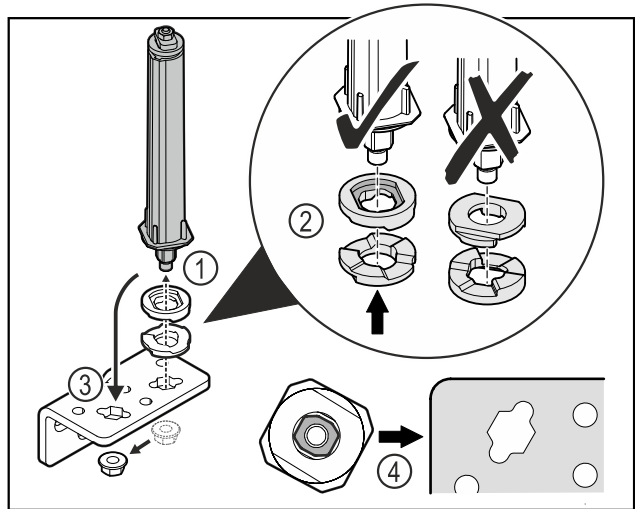

Fig. 32
- ▶ Λύστε το παξιμάδι και αφαιρέστε το σύστημα κλεισίματος πόρτας Fig. 32 (1).
- ▶ Βεβαιωθείτε για τη σωστή ευθυγράμμιση των ροδελών ρύθμισης ύψους Fig. 32 (2).
- ▶ Μεταφέρετε το σύστημα κλεισίματος πόρτας στη γωνία μεντεσέ και στερεώστε με το παξιμάδι Fig. 32 (3).
- ▶ Κατά την τοποθέτηση βεβαιωθείτε για τη σωστή ευθυγράμμιση του συστήματος κλεισίματος πόρτας Fig. 32 (4).